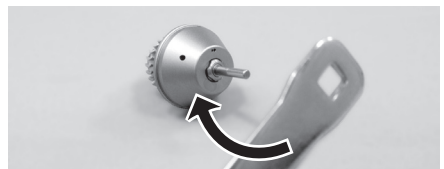

Abb. 22
- 3) Zum Schluss die Rotorschacht-Mutter über den Testbohrer aufsetzen und mit einem Schraubenschlüssel fest anziehen, während der Rotor festgehalten wird (Abb. 22).